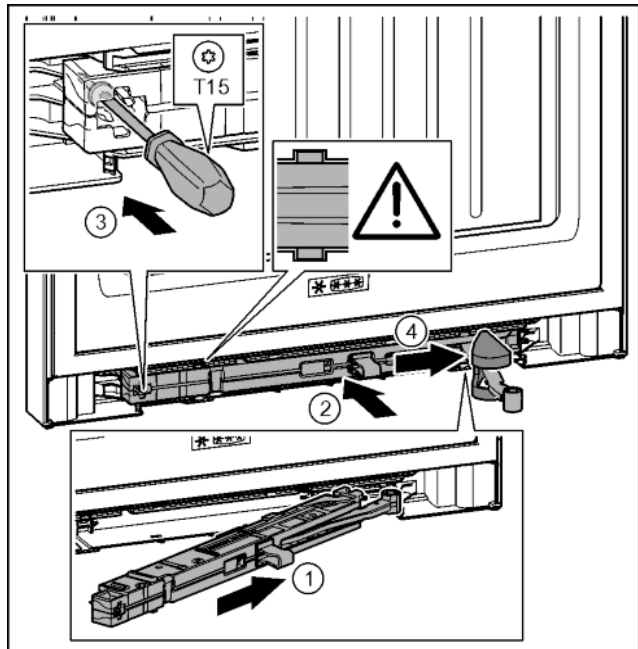

Fig. 42
- ▶ Sluitdempereenheid aan de zijde van de lagerbus tot de aanslag schuin in de uitsparing schuiven. Fig. 42 (1)
- ▶ Sluitdempereenheid volledig in de uitsparing schuiven. Fig. 42 (2)
- ▶ Schroef met een schroevendraaier T15 vastschroeven. Fig. 42 (3)
- ▶ Afdekking over het scharnier schuiven. Fig. 42 (4)